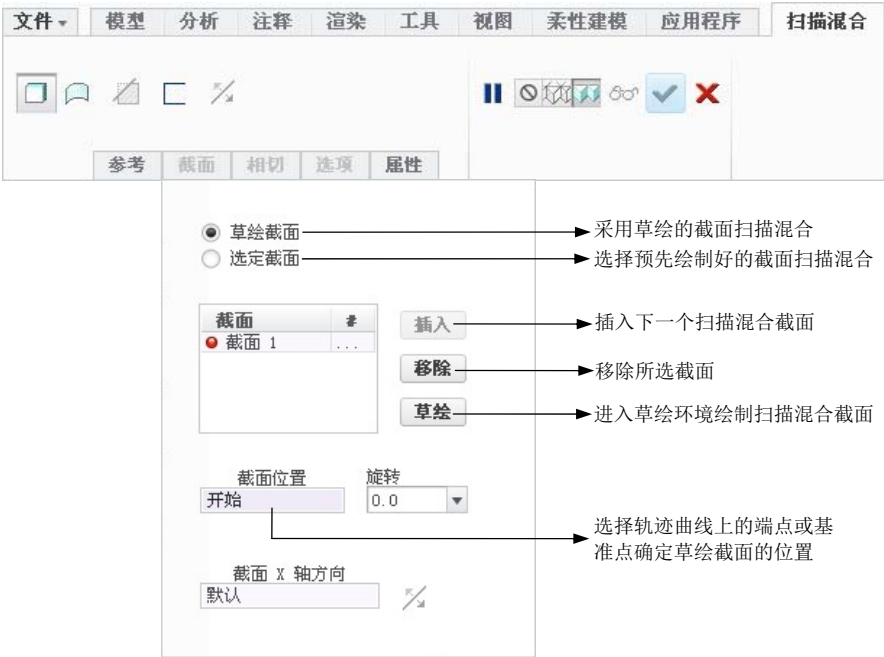

图 5.26.4 “扫描混合”操控板
Step3. 选择扫描混合命令。单击 **模型** 功能选项卡 **形状** 区域中的  扫描混合 按钮，系统弹出图 5.26.4 所示的“扫描混合”操控板。